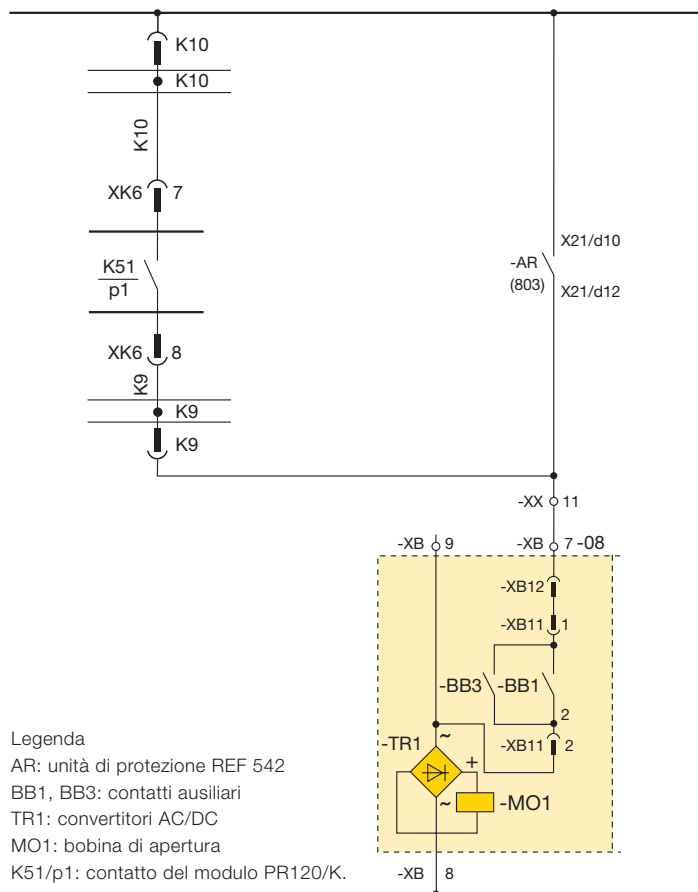

Figura 11
- ed infine sia realizzato il cablaggio di interblocco fra il modulo di segnalazione e lo sganciatore di apertura dell'interruttore di media tensione. Per esempio, quando il contatto K51/P1 (PR120K) chiude, lo sganciatore di apertura di media tensione riceve il segnale e comanda l'apertura dell'interruttore di MT (Figura 11).